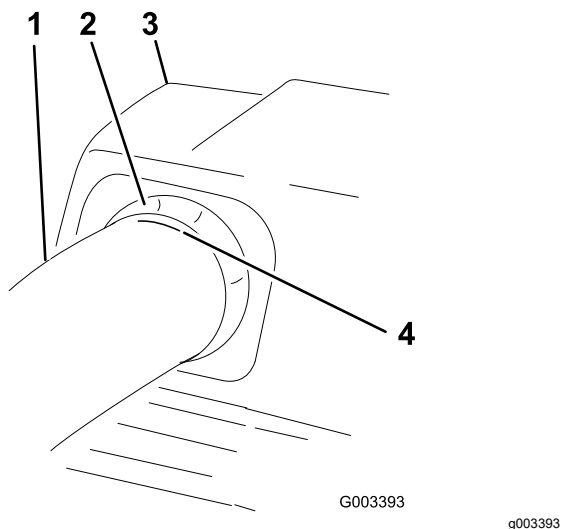

Figura 25
7. Una volta raggiunta la misura di 19 mm, segnete il tubo superiore sull'esterno nel punto in cui la tenuta di gomma sporge all'infuori (Figura 25).
11. Controllate che il segno da Figura 25 sia ancora al suo posto.